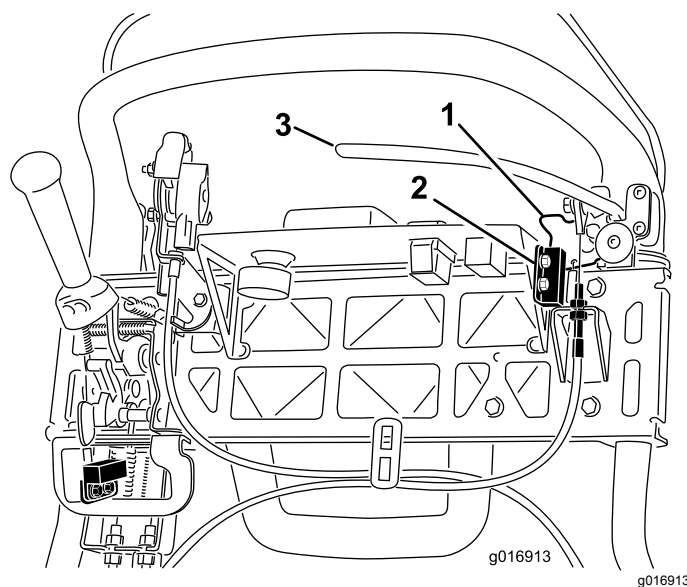

Figura 45
4. Afloje y retire las fijaciones de montaje del interruptor de seguridad (Figura 45).
5. Coloque un suplemento de 1,6 mm de grosor entre el seguro del freno de estacionamiento y el interruptor de seguridad (Figura 45).
4. Para aumentar la tensión del cable, afloje la contratuerca superior del cable y apriete la contratuerca inferior (Figura 45) hasta que se requiera una fuerza de 156 N aplicada a la palanca de freno para quitar el seguro del freno de estacionamiento.